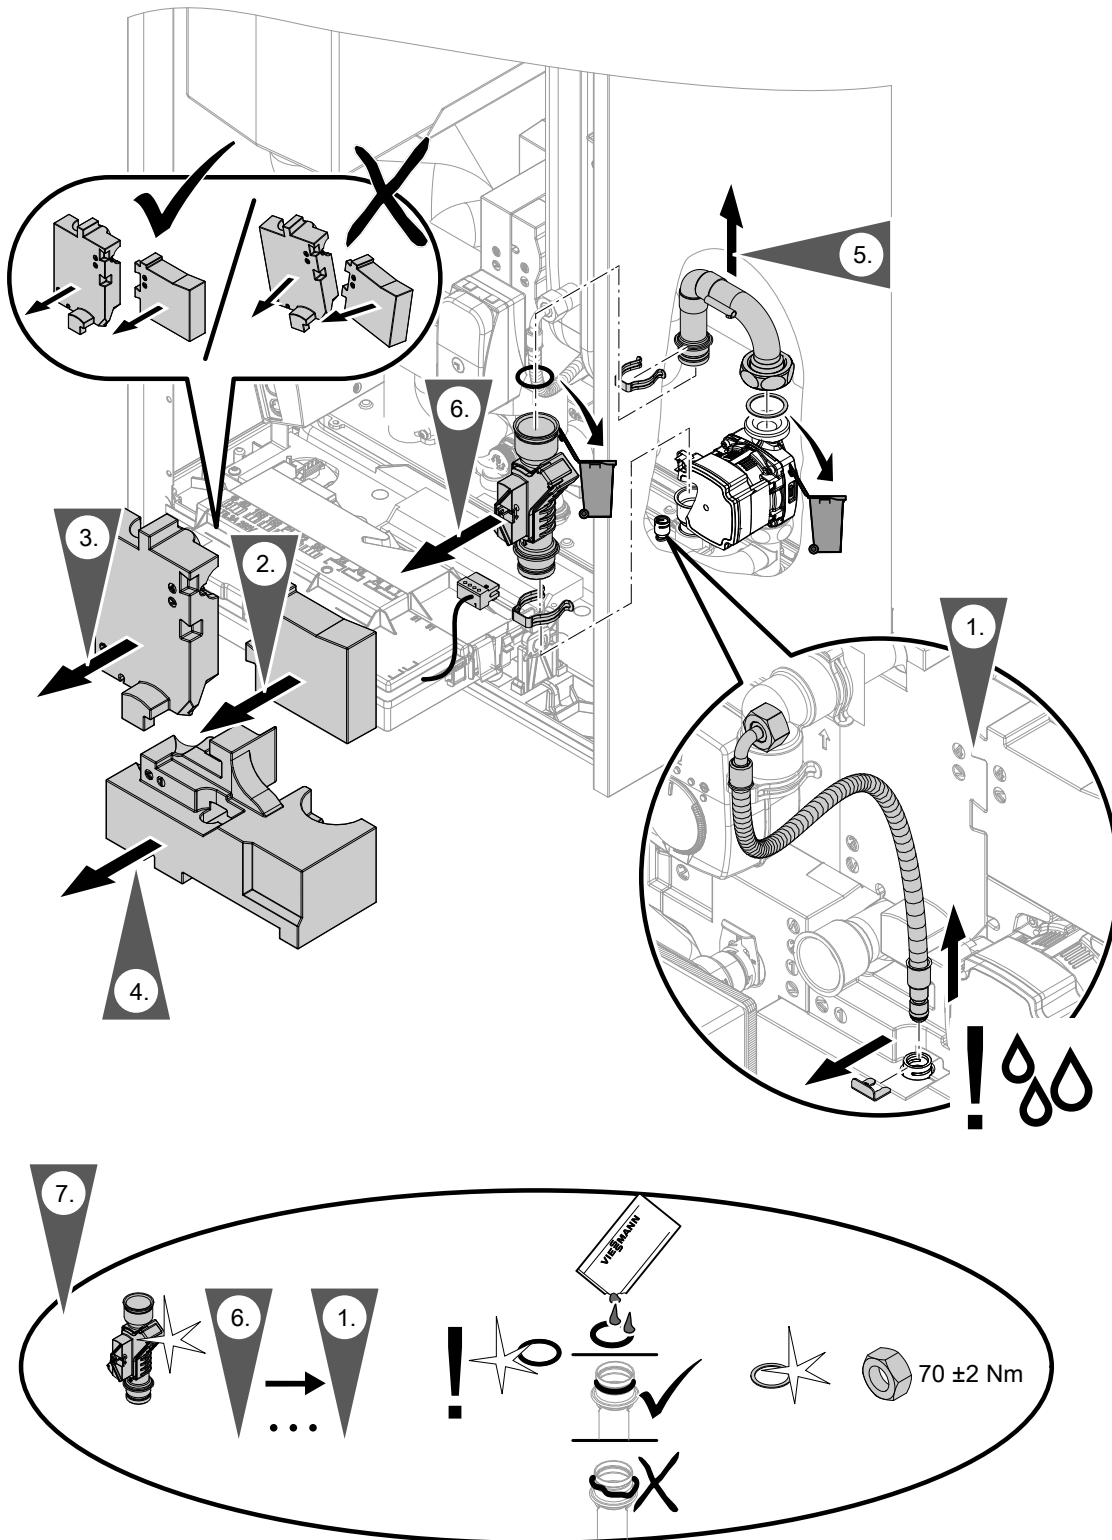

Abb. 96
- Anschlussleitung Volumenströmsensor (falls vorhanden): Siehe Abb. 96.